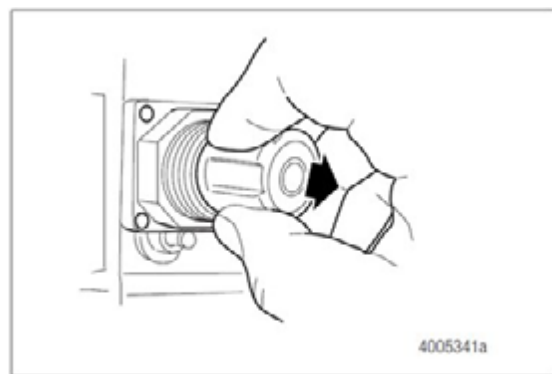

Figura 3.17
1. Destrave o botão do regulador, puxando-o para fora. Você deve ouvir e sentir um leve clique. Figura 3.17.